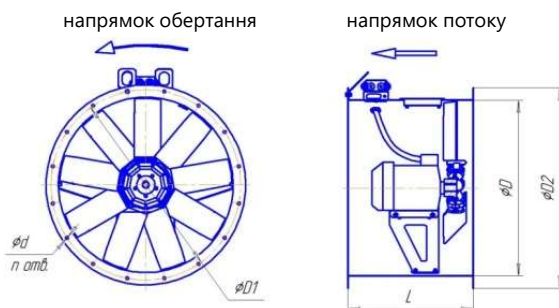

Рисунок 1. Вентилятор осьовий OZA-501
3.1 Загальний вигляд, габаритні, приєднувальні та настановні розміри вентиляторів повинні відповідати розмірам, вказаним на рис. 1 та у таблиці 1.